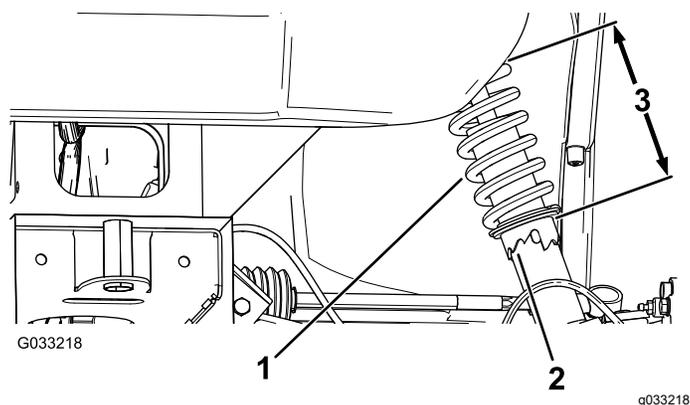

Рисунок 52
2. Если развал не отрегулирован, используйте ключ, чтобы повернуть кольцо на амортизаторе для выравнивания колеса (Рисунок 52).